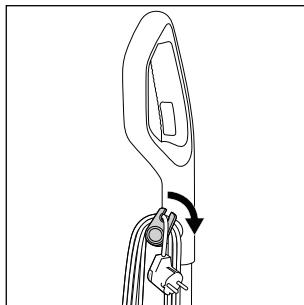

Abb. 12
- ◆ Wickeln Sie das Netzkabel ⑯ vollständig von den Kabelhaltern oben und unten ⑯/⑰ ab. Um das Netzkabel ⑯ schnell von den Kabelhaltern ⑯/⑰ abzuwickeln, ziehen Sie den oberen Kabelhalter ⑯ etwas heraus und drehen Sie diesen nach unten (siehe Abb. 12).